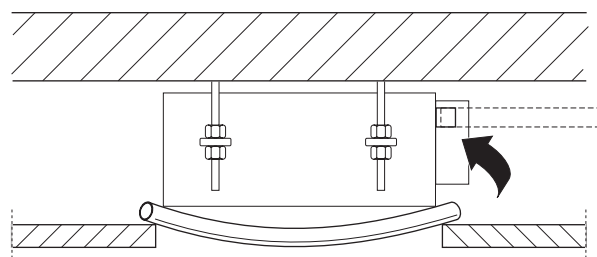

Fig. 8
- Vérifier, au moyen d'un niveau à bulle ou d'un tube transparent rempli d'eau, la position parfaitement horizontale de l'unité interne (fig. 8)